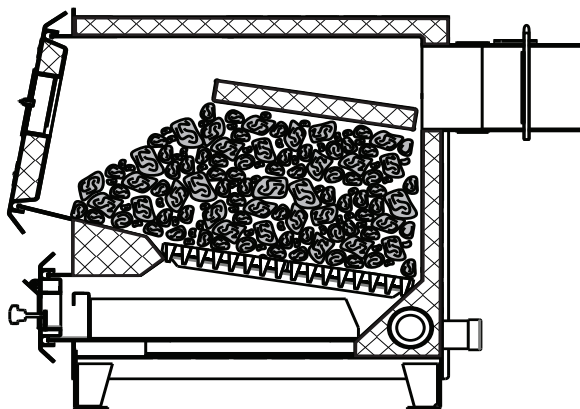

Рис.6 Схема загрузки котла.
8.4.5. Добавьте очередную порцию топлива, когда разгорится первый слой основного топлива, равномерно распределить его по всему объему в соответствии рис.6.